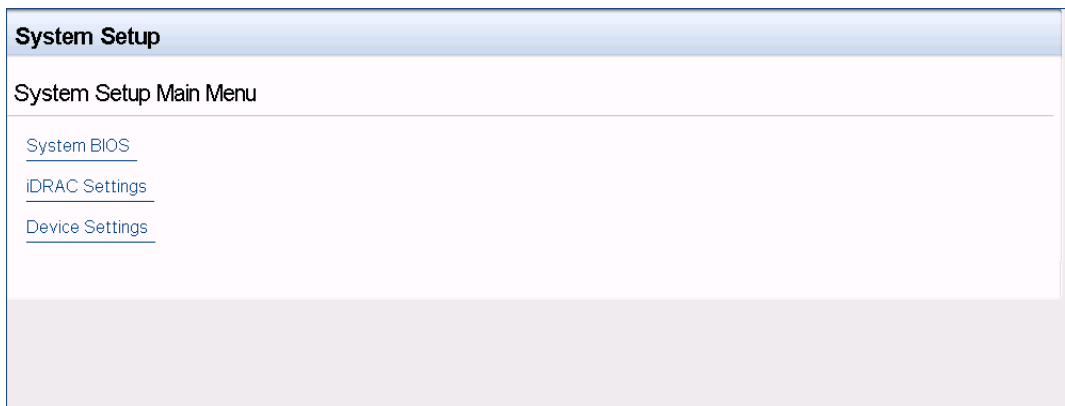

Abbildung 5-1. Systemeinrichtung
2. Wählen Sie im Fenster „System Setup“ (Systemeinrichtung) (Abbildung 5-1) **Device Settings** (Geräteeinstellungen) und drücken Sie dann auf ENTER (Eingabe).